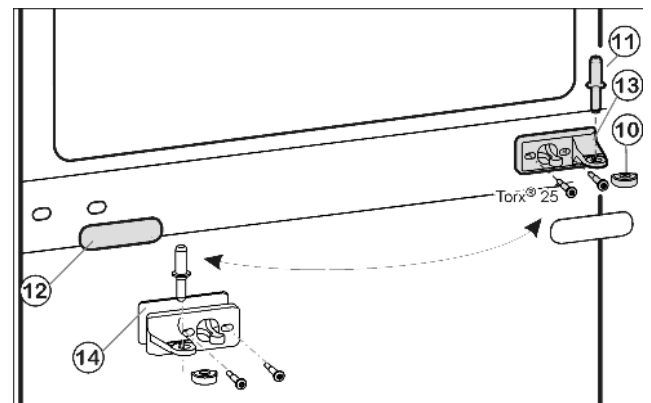
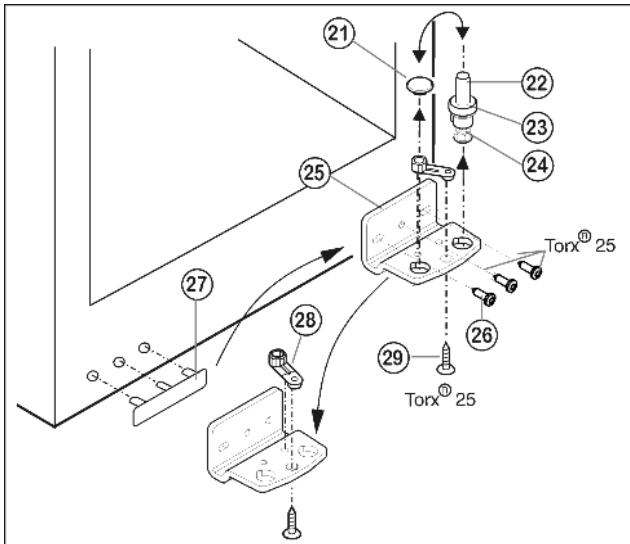

Fig. 5
Fig. 6
- ▶ Middelste lagerbout Fig. 5 (11) uit de lagerbus en de onderste deur uittrekken.
- ▶ Kunststof kapje Fig. 5 (10) afnemen.
- ▶ Middelste lagerbus Fig. 5 (13) losschroeven (2 maal Torx® 25).
- ▶ Afdekplaat Fig. 5 (12) voorzichtig afhalen.
- ▶ Middelste lagerbus met Fig. 5 (14) onderlegschiifje Fig. 5 (13) 180° gedraaid aan de nieuwe scharnierkant **goed (met 4 Nm)** vastschroeven.
- ▶ Afdekplaat Fig. 5 (12) 180° gedraaid aan de nieuwe greepzijde weer vastklikken.
- ▶ Lagerbout Fig. 6 (22) compleet met schijfje Fig. 6 (23) en stelpootje Fig. 6 (24) naar boven eruit trekken.
- ▶ Stop Fig. 6 (21) eraf halen.
- ▶ Lagerbus Fig. 6 (25) losschroeven Fig. 6 (26).
- ▶ Lagerdeel Fig. 6 (28) losschroeven Fig. 6 (29) en in het tegenoverliggende opnamegat van de lagerbus omzetten en weer vastschroeven.
- ▶ Afdekking aan de greepzijde Fig. 6 (27) voorzichtig optillen en op de tegenoverliggende zijde plaatsen.
- ▶ Lagerbus Fig. 6 (25) aan de nieuwe scharnierzijde evt. met behulp van een accuschroevendraaier weer **goed (met 4 Nm)** vastschroeven.
- ▶ Stop Fig. 6 (21) weer in het andere gat aanbrengen.
- ▶ Lagerbout Fig. 6 (22) compleet met schijfje en stelpootje weer aanbrengen. Er daarbij erop letten, dat de sluitnok naar achter wijst.
- ▶ Plaats de onderste deur van boven op de onderste lagerbout Fig. 6 (22).
- ▶ Het kunststof kapje Fig. 5 (10) weer op de middelste lagerbus Fig. 5 (13) zetten.
- ▶ Middelste lagerbout Fig. 5 (11) op de nieuwe scharnierzijde in de onderste deur plaatsen door de middelste lagerbus Fig. 5 (13).
- ▶ Bovenste deur op de middelste lagerbout Fig. 5 (11) zetten.
- ▶ De deuren eventueel via de beide langgaten in de onderste lagerbus Fig. 6 (25) en middelste lagerbus Fig. 5 (13) ten opzichte van de kast uitlijnen. Eerst de middelste schroef in de onderste lagerbus Fig. 6 (25) uitdraaien.